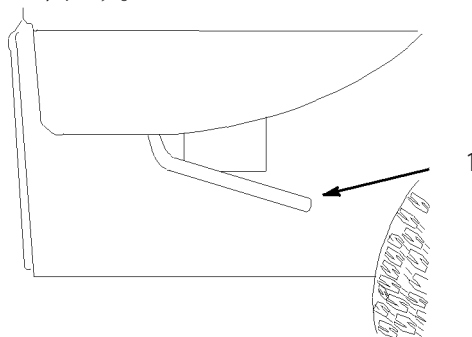

図22
1. 荷台の左右にあるレバーを握って上に持ち上げる(図22)。